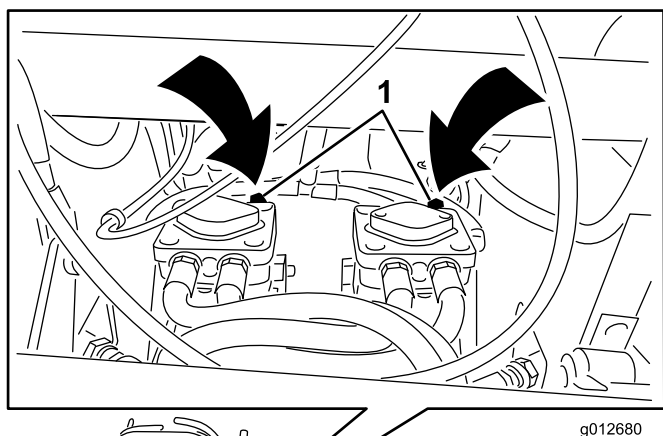

Figura 23
3. Abra las válvulas de desvío de ambas bombas girándolas 1 o 2 vueltas en el sentido contrario a las agujas del reloj. Esto permite que el aceite hidráulico se desvíe alrededor de la bomba, dejando que las ruedas giren (Figura 23).